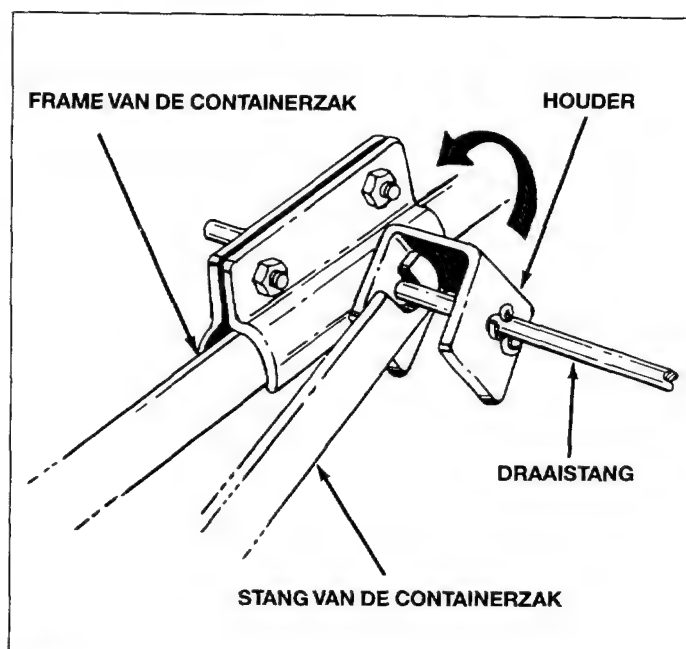

Fig. 28
19. Wanneer het frame van de containerzak losgehaakt moet worden, eerst de houders opzij buigen. Daarna kan de containerzak verwijderd worden. Zie fig. 28.